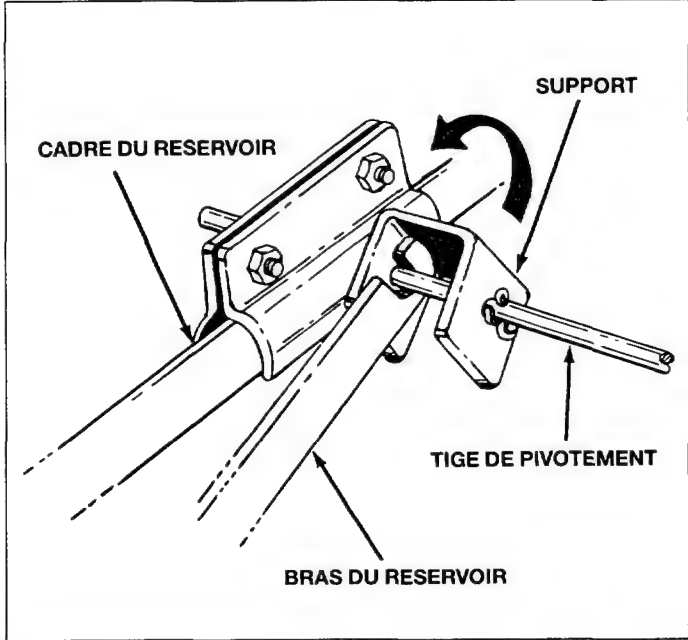

Fig. 28
19. Si le cadre du réservoir doit être décroché du balai ramasseur, il convient de plier les supports vers le côté pour faciliter le décrochage. Voir la figure 28.